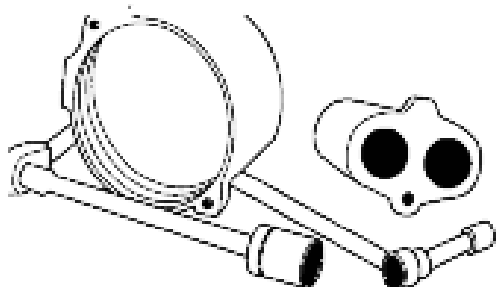

Figure 18 : Retirer la buse
6. La buse des modèles de 1/2 HP peut être retirée de la carcasse de la pompe à l'aide d'une clé à douille standard de 1 1/4 po munie d'une extension (figure 18). Sur les modèles de 3/4 et de 1 HP, la buse fait partie du corps de la pompe. Lors du remplacement de la buse et du venturi, assurez-vous qu'ils sont bien serrés contre l'épaulement. Faites attention de ne pas croiser les fils. Si la buse n'est pas complètement engagée dans la carcasse, le débit sera bloqué par l'entrée du venturi.